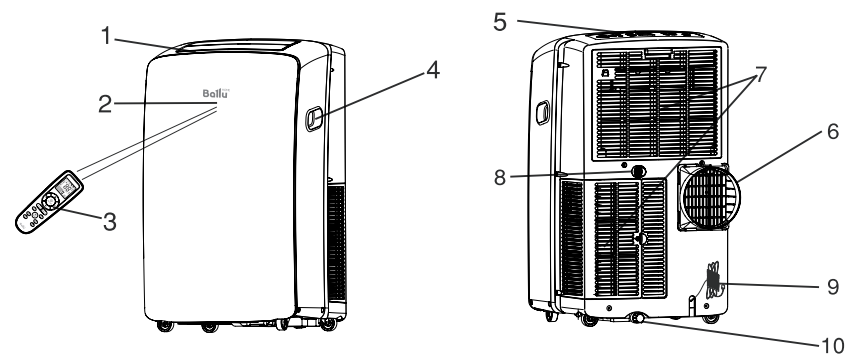

Рис. 1
Модели ВРНС-09Н, ВРНС-12Н (рис. 1)
* В режиме осушения при высоком уровне влажности, конденсат (вода) может скапливаться внутри прибора. Для того, чтобы периодически не удалять конденсат через отверстие (п.8 рис. 1) можно подсоединить шланг (в комплект не входит) для постоянного отвода конденсата (п.10 рис. 1) . Через шланг конденсат (вода) будет постоянно сливаться в дренаж.